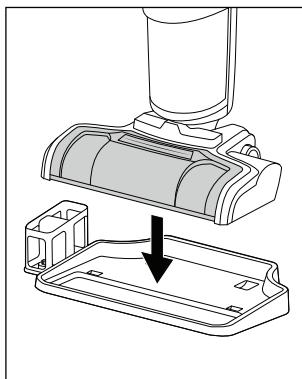

Fig. 31
- ◆ Stil det slukkede produkt på bakken til frastilling ④ i parkerings- og rengøringsstationen (se fig. 31).